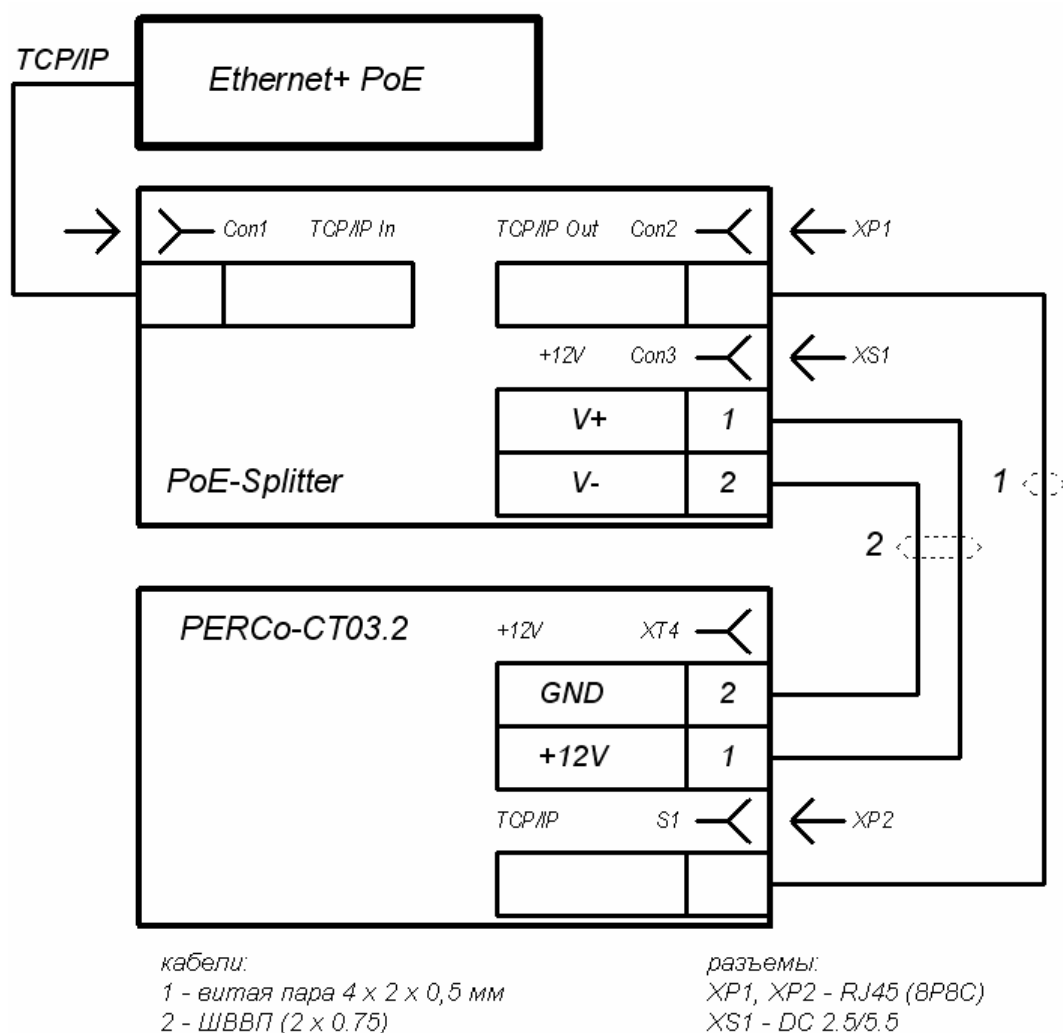

Рисунок 15. Схема подключения контроллера ЭП
3. Подключите цепь питания контроллера ЭП к разъему **Con3** сплиттера. Схема подключения приведена на рис. 15 (штекер для подключения к разъему входит в комплект поставки сплиттера).